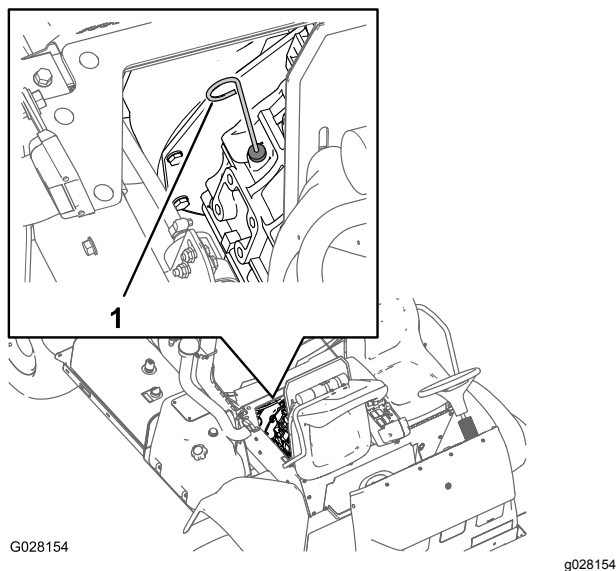

Figure 68
2. Retirez la jauge, située sous le siège du passager, et essuyez-la sur un chiffon propre (Figure 68).